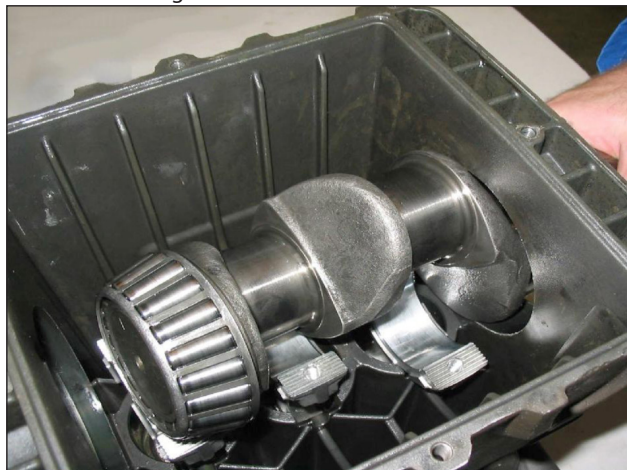

Fig. 4
- Spingere in avanti le guide pistone con le relative bielle per facilitare l'estrazione laterale dell'albero pompa come indicato in Fig. 4.